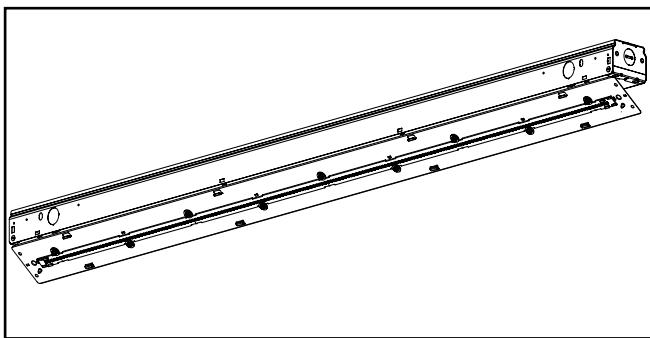

Figure 1.
1. Assemblez la base du luminaire et mettez de côté le couvercle du canal pour vous simplifier l'installation (Figure 1).